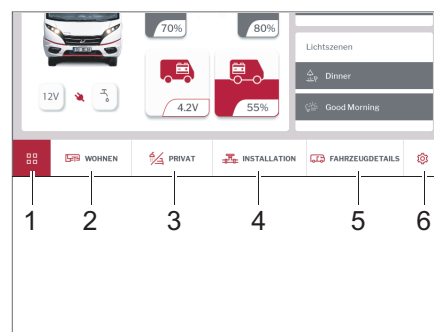

Bild 259 Menyrad – System Control Display
Undermenyerna nås via menyraden (Bild 259):
- Boende (Bild 259,2)
- Privat (Bild 259,3)
- Installation (Bild 259,4)
- Fordonsuppgifter (Bild 259,5)
- Inställningar (Bild 259,6)